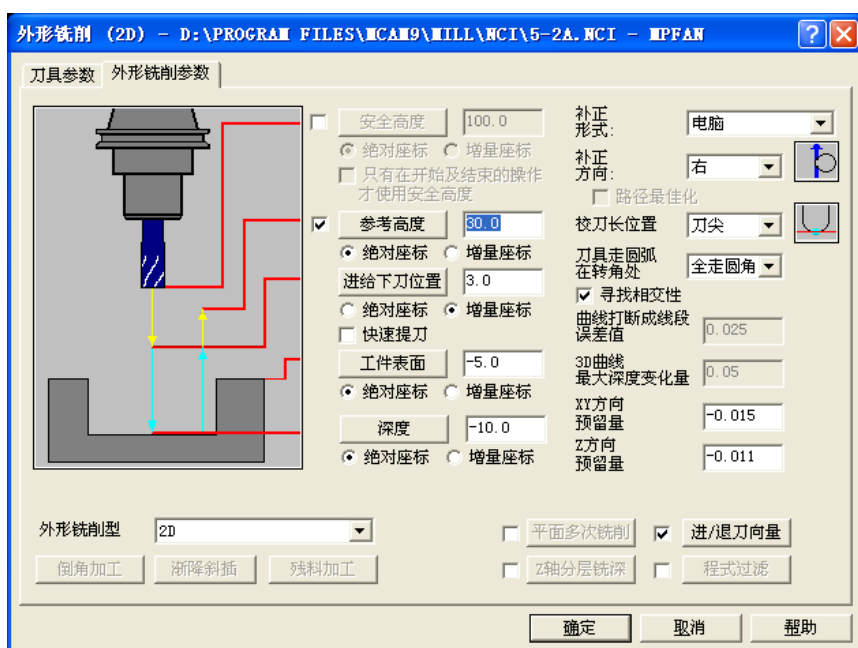

图 5-47 外形铣削参数
15) 选择“外形铣削（2D）”，图形选择精修 $\phi 29$ 圆，输入进给率：400、下刀速率：100，其余刀具参数、参考高度和进给下刀位置等均同步骤13)，在“外形铣削参数”选项卡中设定工件表面：-5.0、深度：-10.0，补正形式选择“电脑”，补正方向：右，设定XY方向预留量：0.015、保证尺寸 $\phi 29_{-0.041}^{-0.02}$ ，Z方向预留量：-0.011，以保证尺寸 $10_0^{+0.022}$ ，勾选“进/退刀向量”，设定进入/离开，点选“垂直”，长度设定为1.0，圆弧设定为0%，其余默认，如图5-47所示。